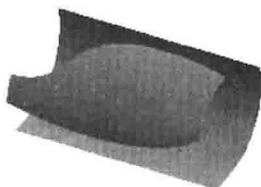
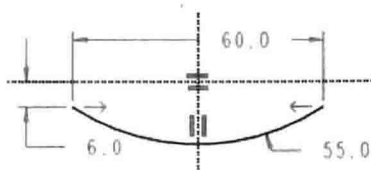

图 1.9 拉伸曲面 3
图 1.10 截面草图
Step7. 创建图 1.9 所示的拉伸曲面 3。在操控板中单击“拉伸”按钮 ，按下操控板中的“曲面类型”按钮 。选取 TOP 基准平面为草绘平面，选取 RIGHT 基准平面为参考平面，方向为 **右**；绘制图 1.10 所示的截面草图。在操控板中定义拉伸类型为 ，输入深度值 150.0，单击  按钮调整拉伸方向，单击  按钮，完成拉伸曲面 3 的创建。